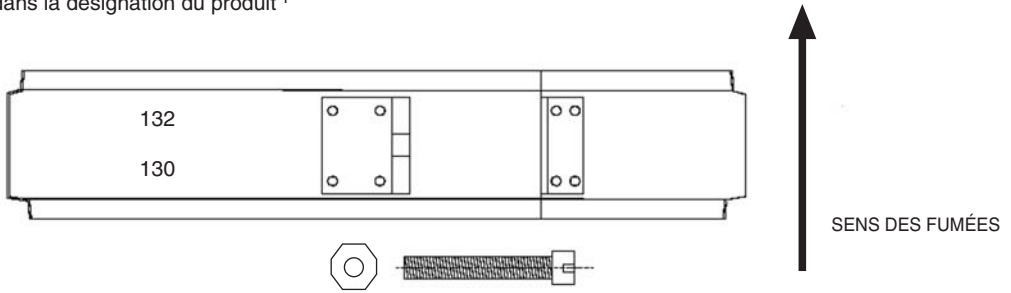

FIG. 2 Exemple de bride de sécurité DN 80 isolé
- Après avoir inséré deux éléments, monter et serrer mécaniquement le collier de serrage sur la paroi externe, en s'assurant que la vis soit bien serrée (8 N.m). Sur chaque collier sont reportés 2 numéros indiquant le diamètre externe du profil; le collier est monté correctement quand la valeur supérieure entre les deux est positionnée vers le haut (v.ds fig. 2).